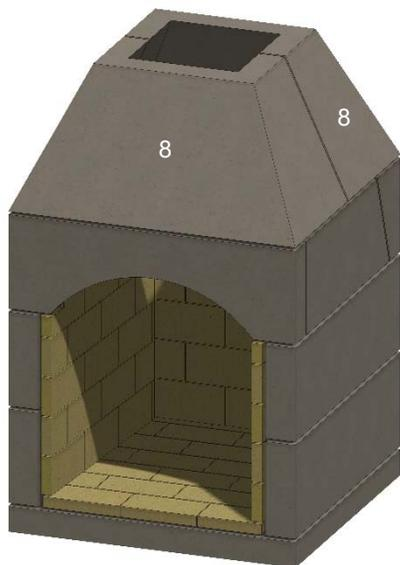

Figure 19. Pièces de gorge
L. Installez les pièces de gorge avant et arrière coniques. Voir la Figure 19.